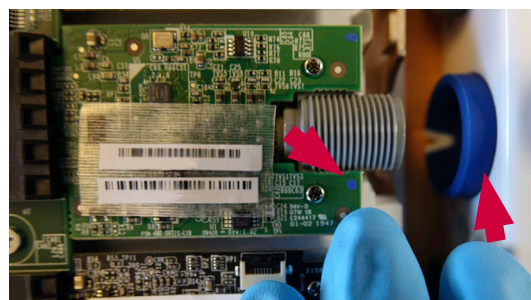

Afbeelding 18 Plaats een nieuwe VDI-plaat
c) Plaats de nieuwe VDI-plaat in de hoofdplaatconnector (afbeelding 18)